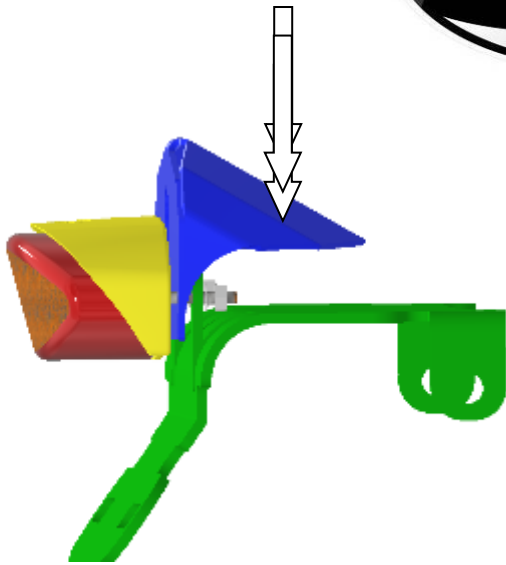
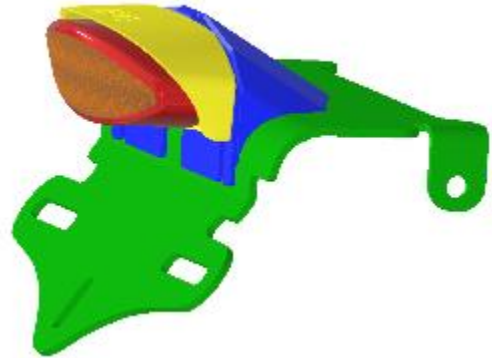

ABBILDUNG 3
ABBILDUNG 4
- Die Abdeckplatte (Artikel 7) zwischen der Abdeckung und der Halterung positionieren wie in **Abbildung 3** abgebildet, zur Halterung runterdrücken wie in **Abbildung 4** abgebildet und die Muttern festziehen.